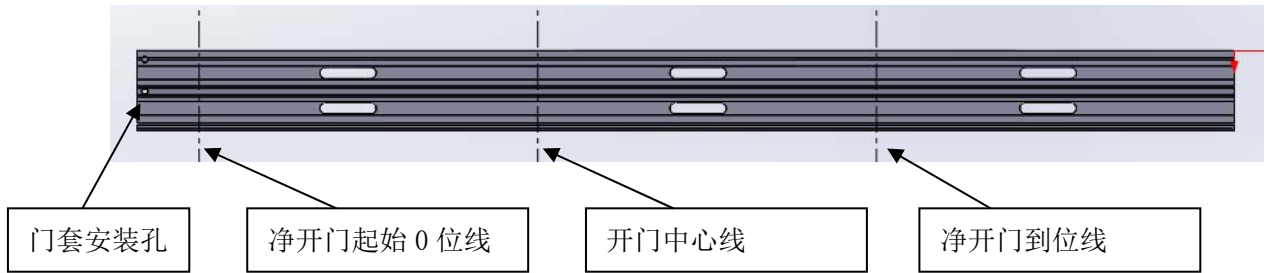

图 8
1、在踏板上画出净开门起始 0 位线、净开门到位线、开门中心线，见图 8